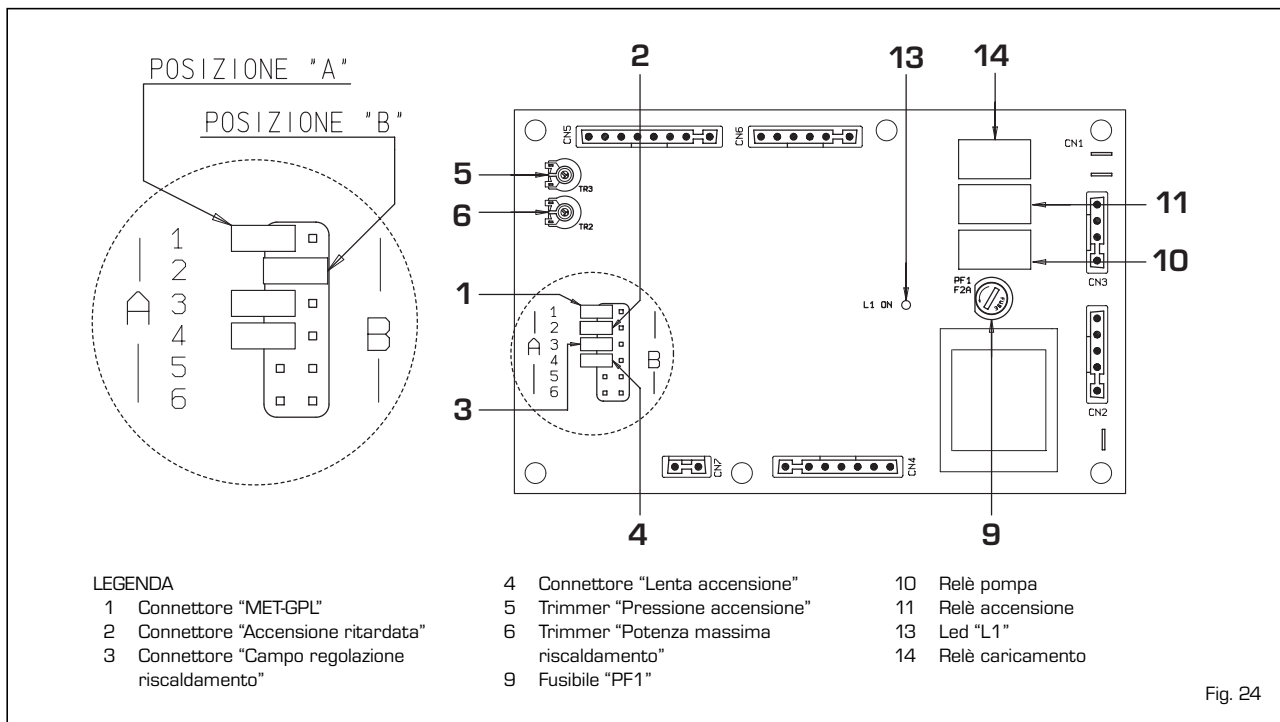

Fig. 24
- **Trimmer "PRESSIONE ACCENSIONE"** (5 fig. 24)
- **Trimmer "POTENZA MASSIMA RISCALDAMENTO"** (6 fig. 24)
- **Connettore "MET-GPL"** (1 fig. 24)
- **Connettore "ACCENSIONE RITARDATA"** (2 fig. 24)
- **Connettore "CAMPO REGOLAZIONE RISCALDAMENTO"** (3 fig. 24)
(4 fig. 24)
- Led "L1" (13 fig. 24)